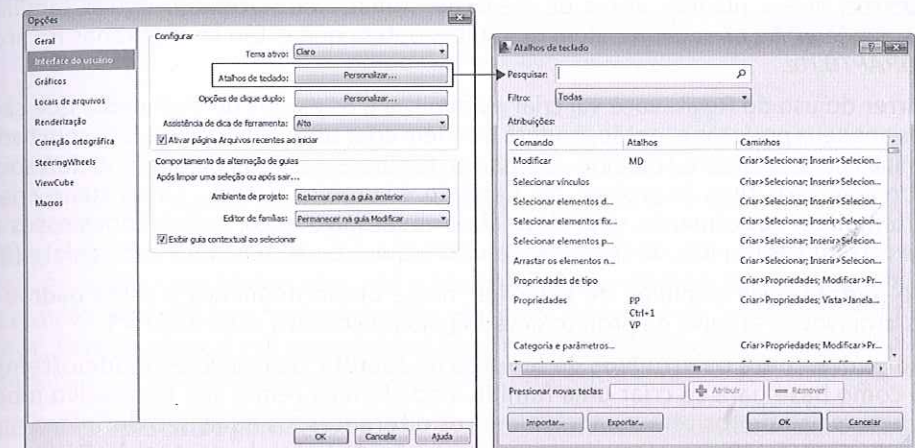

Figura 2.20 – Customização dos atalhos de teclado.
9. Podemos modificar os atalhos de teclado e inserir novos de acordo com as necessidades do usuário. Selecione **Opções** no menu de aplicação e na janela de diálogo, na aba **Interface do usuário** selecione **Atalhos de teclado** e clique no botão **Personalizar**. Você também pode acessar a janela de diálogo **Atalhos de teclado** pelo atalho **KS** (Figura 2.20). Os atalhos de teclado do Revit estão relacionados com as ferramentas em inglês. Desta forma, o atalho para **Paredes** é **WA** e assim por diante.